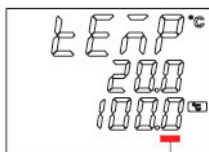

Рисунок 3
- 8.2.1. Нажать на ручку энкодера, регулятор перейдёт в режим установки температуры (Рисунок 3). При этом в средней строке дисплея отображается текущая температура, а в нижней – значение заданной температуры. Вращать энкодер вправо для увеличения или влево для уменьшения заданного значения.